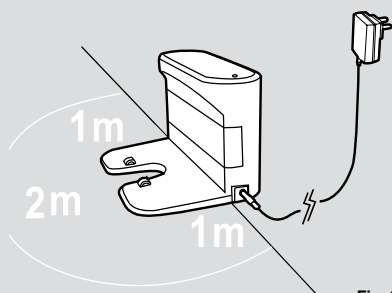

Fig. 2
Introduza o transformador eléctrico e ligue-o à estação de carregamento. **[Fig. 2]**
3. Não devem existir objectos na área em torno da estação base de carregamento, 2 metros na parte frontal e 1 metros em cada um dos lados. **[Fig. 2]**